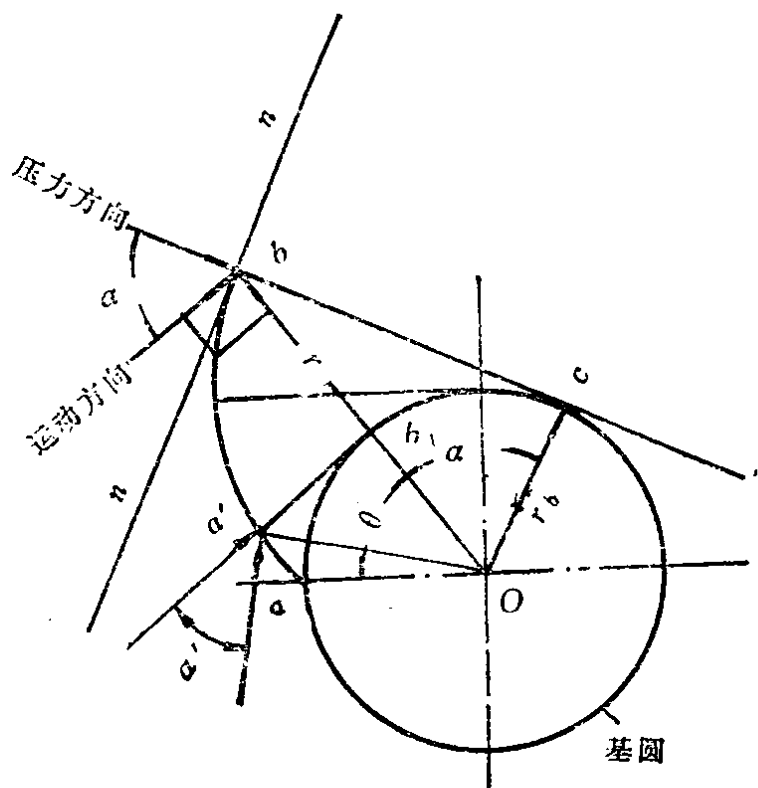

图 3
(1) 发生线在基圆上滚过的一段长度必等于基圆上所滚过的一段圆弧长度，即 $\overline{bc} = \widehat{ac}$ 。
(2) 棉线 $\overline{bc}$ 在展开过程中形成许多与基圆相切的线，称为渐开线的法线。法线的特点是一端和基圆相切并和基圆半径垂直，即 $\overline{bc}$ 垂直于 $\overline{oc}$ ；另一端和渐开线的切线垂直，如图3上 $\overline{bc} \perp \overline{nn}$ 由此可以得出结论：渐开线上任意点的法线必与其基圆相切；而基圆上的切线必为渐开线上某一点的法线。
(3) 渐开线的弯曲度取决于基圆的大小，基圆愈小，
压力角，用 α 表示（图 3）。同一条渐开线齿廓上，不同位置的各点，压力角都不一样。接近基圆的压力角较小，远离基圆的点，压力角较大，基圆上a点的压力角等于零。通常所说 20° 压力角正是指的分度圆上的压力角。在齿轮标准中，压力角规定为 20° 。